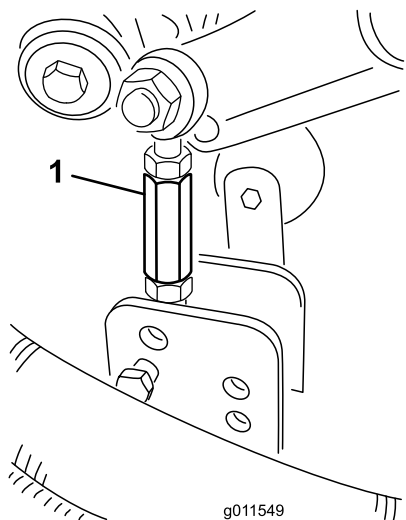

Figura 30
9. Retire os contrapinos tipo grampo e os pinos de segurança que fixam os elementos de ligação do amortecedor aos suportes da plataforma do cortador (Figura 30).